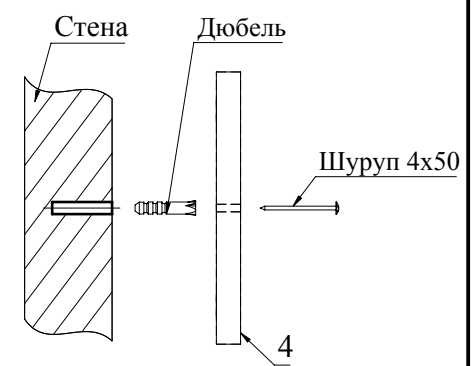

Рис.8
10. Для исключения опрокидывания в изделии предусмотрено крепление к стене. С помощью карандаша и рулетки разметьте стену. Просверлите четыре отверстия под дюбель. Через отверстия в детали 4 закрепите шкаф под обувь к стене при помощи шурупов 4x50 (Рис. 8).